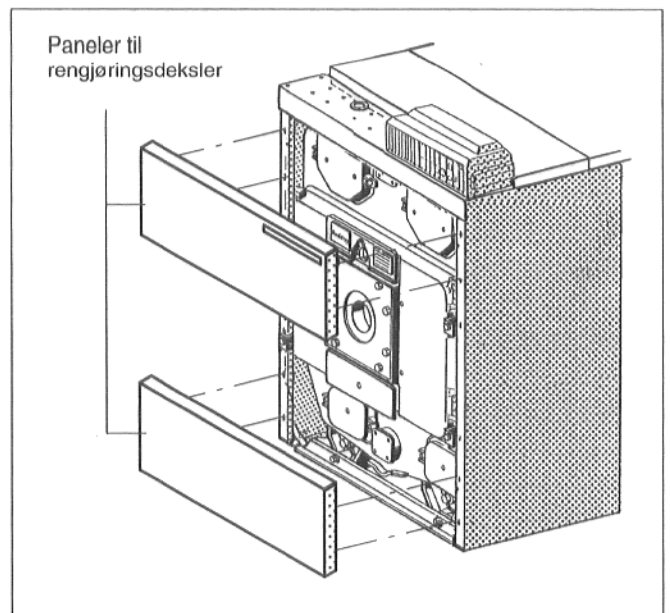

Fig. 58
- Panelene til rengjøringsdekslene henges ut foran oppe og nede (fig. 58).